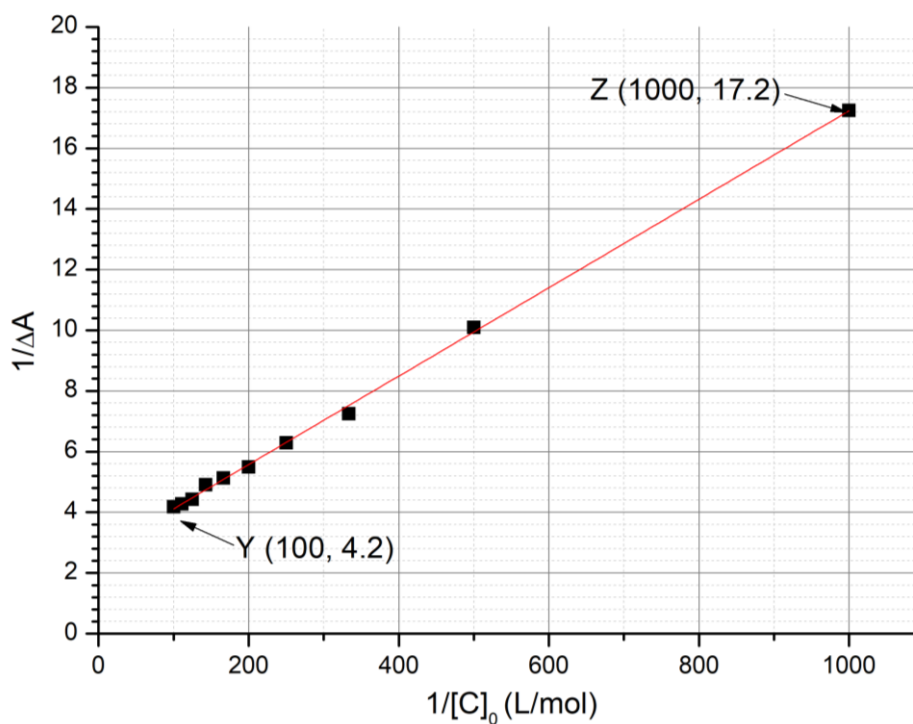

Fig. 3 $1/\Delta A$ en función de $1/[C]_0$.
6. **Determine** K_t usando la siguiente curva experimental (Fig. 3).